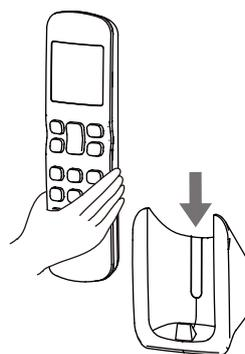

Figura 2.4
- 2) Deslize o controle remoto verticalmente para baixo para dentro do suporte (consulte a Figura 2.4).